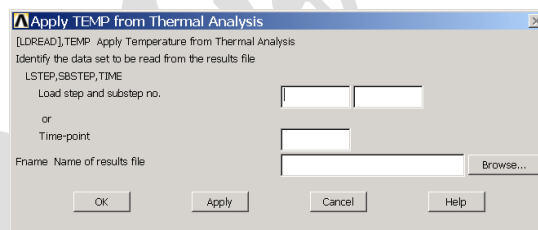

图5.49 从热力学分析中读取温度荷载
(1) 单击 Main Menu>Solution>Define Loads>Apply>Structural>Temperature>From Therm Analy 菜单，弹出如图 5.49 所示的【Apply TEMP from Thermal Analysis】对话框。